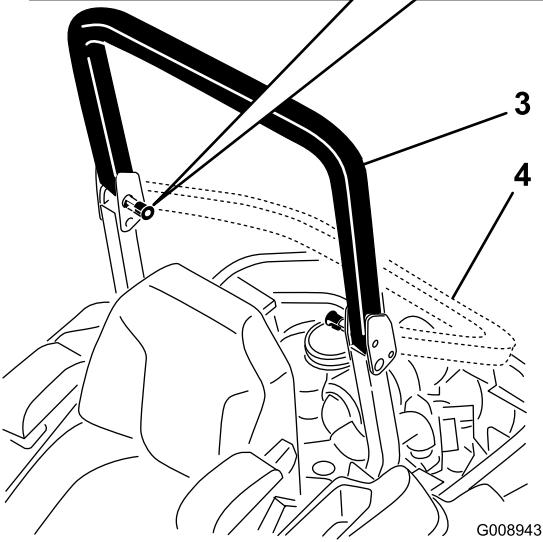

Bild 8
2. Ziehen Sie die zwei Handräder heraus und drehen sie um 90°, damit sie nicht eingerastet sind (Bild 8).
3. Senken Sie den Überrollbügel ab (Bild 8).
4. Zum Hochklappen des Überrollbügels heben Sie ihn an und drehen die Handräder so, dass sie teilweise in den Schlitten sitzen (Bild 8).
5. Klappen Sie den Überrollbügel ganz hoch und drücken Sie gleichzeitig am oberen Überrollbügel; die Stifte rasten ein, wenn die Löcher mit den Stiften ausgefluchtet sind (Bild 8). Wenden Sie Druck auf den Überrollbügel an, um sicherzustellen, dass die Stifte eingerastet sind.